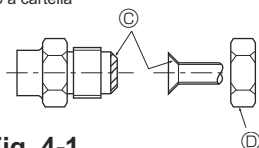

Fig. 4-1
(A) (Fig. 4-1)
(B) (Fig. 4-1)
4.2. Collegamento dei tubi (Fig. 4-1)
- Stendere uno strato sottile di oliorefrigerante sul tubo e collegare la superficie di appoggio prima di serrare il dado a cartella. (A)
- Serrare i raccordi dei tubi usando 2 chiavi. (B)
- Applicare olio adatto alle macchine di refrigerazione sull'intera superficie di alloggiamento svasata. (C)
- Utilizzare i dadi a cartella per le seguenti dimensioni di tubazioni. (D)